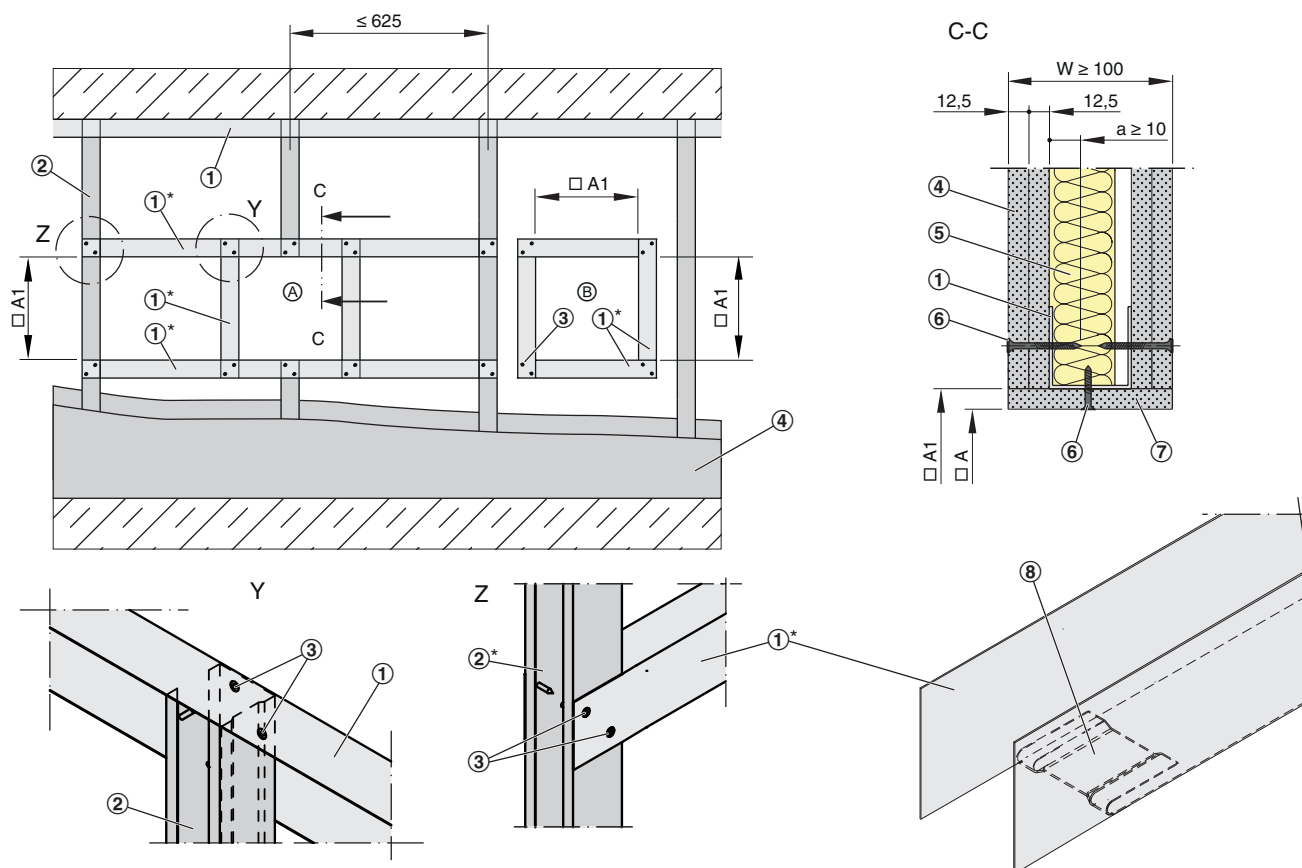

Abb. 8: Leichtbauwand mit Metallständer und beidseitiger Beplankung
- Leichtbauwand nach Herstellerangaben errichten und Einbauöffnung herstellen, siehe Abb. 8
- Variante ④: Einbauöffnung im Metallständerwerk mit Wechsel und Riegel herstellen.
- Variante ⑤: Nach Beplankung der Wand eine quadratische Wandöffnung herstellen und die Einbauöffnung mit einem umlaufendem Metallprofil aussteifen.